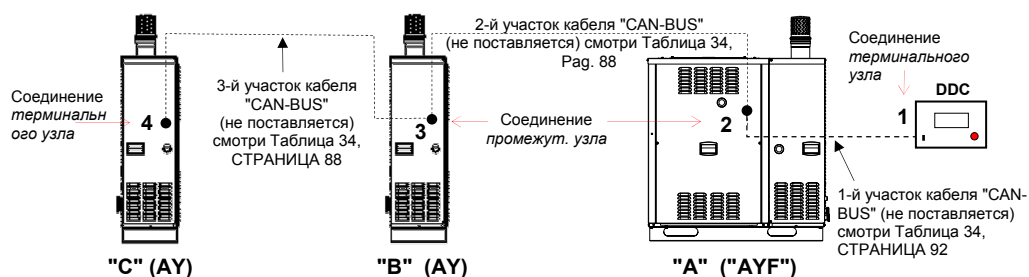

Рисунок 46 - Примеры сети "CAN BUS" с 4 узлами = 3 аппарата + 1 панель DDC
Аппарат и панель DDC общаются через сеть "CAN BUS" (смотри Рисунок 46). Сеть "CAN-BUS" состоит из серии элементов (аппаратов или панелей DDC), называемых узлами и соединенных между собой через кабель (кабель "CAN-BUS"); в сети может быть максимум 3 панели DDC.
Сеть "CAN-BUS", показанная на Рисунок 46 состоит из следующих узлов:
- если панель DDC является **промежуточным узлом** сети (смотри Рисунок 46/СТРАНИЦА 98): выполнить также пункт 7;
- Если аппарат является **промежуточным узлом** сети (Рисунок 46/СТРАНИЦА 98) выполнить также пункт 8.